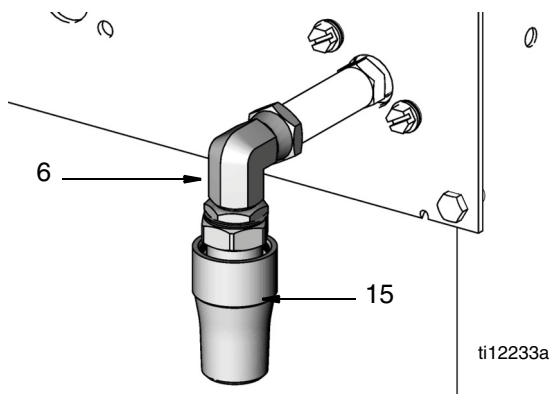

FIG. 26
- Desatornille el conjunto del adaptador roscado (13), el codo (6) y la boquilla giratoria (15) y retire el conjunto del colector (14) (FIG. 26).